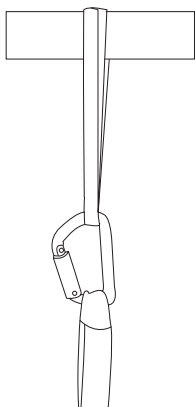
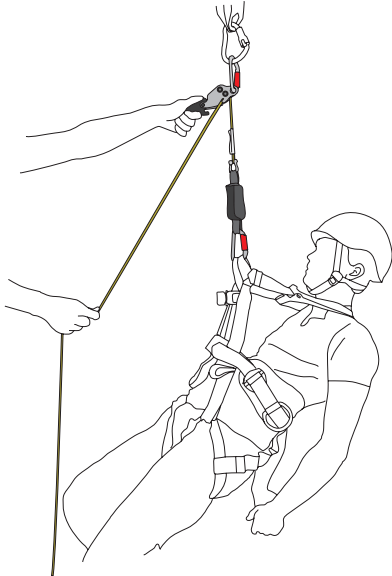

Fig. 1A: Anclaje horizontal
Fig. 4
2. Coloque la eslinga de anclaje alrededor de una estructura y dentro del mosquetón fig 1A.
4. Quite el mosquetón de la eslinga de anclaje. Coloque la eslinga de anclaje alrededor de una estructura y en el interior de su mosquetón como se indica en las fig. 1A o 1B. El anclaje debe ser capaz de soportar una carga de 12 kN (EN795). Acople el **SMARTLINE X** como se muestra en la fig. 4.